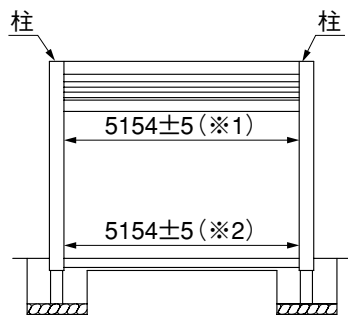

図1-1
- ①レールステイカバーを固定しているネジを外してレールステイカバーを取外してください。
- ②住宅側からのAC100V電源用埋設管にAC100V電源線を通して、シャッターの左柱まで引出してください。
- ③住宅側からのAC100V電源をOFFにして、安全ブレーカーのスイッチを「切」にしてください。
- ④レールステイに組付いている安全ブレーカーの一次側にAC100V電源線を接続してください。(図1-1参照)
- ⑤レールステイにレールステイカバーを組付けてください。